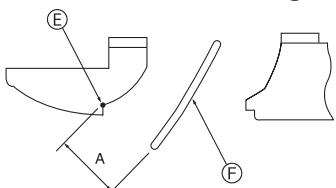

Fig. 5-10
- Για να ρυθμίσετε την επιθυμητή κατεύθυνση της ροής του αέρα, μετακινήστε αργά τα πτερύγια προς τα επάνω ή προς τα κάτω, εντός του καθορισμένου εύρους. (Fig.5-10)